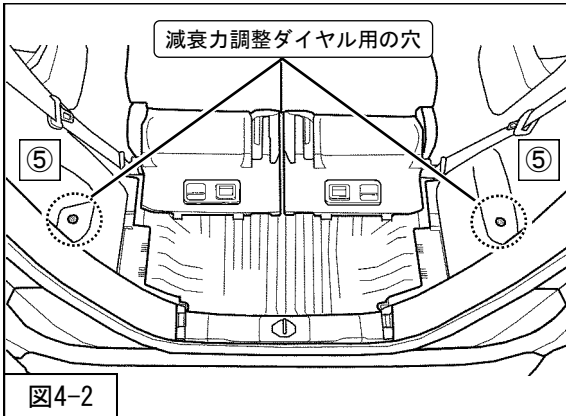

図4-2
- 3. ⑤リアサイドライニングを取付け、減衰力調整ダイヤル用の穴を開けてください。（図4-2）
- 4. ⑤リアサイドライニングを一度取外してください。（図4-2）
リアの減衰力調整は、リアサイドライニング（図4-2）に減衰力調整ダイヤル用の穴を開け、減衰力調整ダイヤル（同梱品）で行ってください。調整時以外は、グロメット（同梱品）を取付けてください。